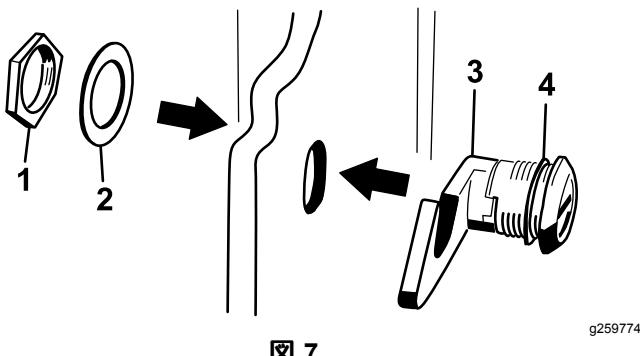

図 7
3. フードラッチアセンブリからナットを取り外す図 7。
4. フードの外側から、ラッチのフック側をフードの穴に通す。ゴム製のシーリングワッシャはフードの外側に残しておくこと図 7。